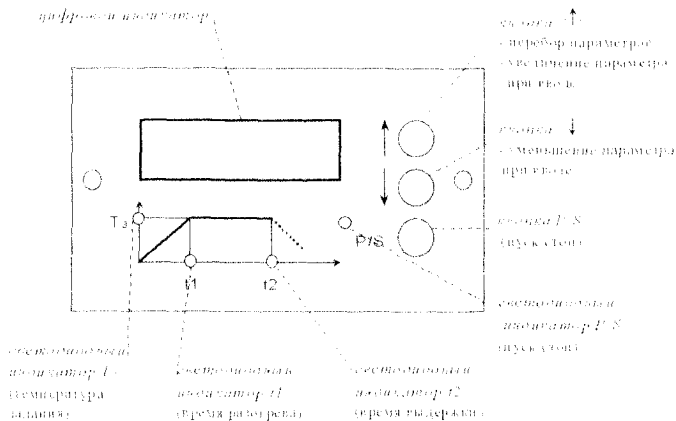

Рис. 3.2. Лицевая панель регулятора.
3.2 На передней панели прибора (Рисунок 3.2) расположены: